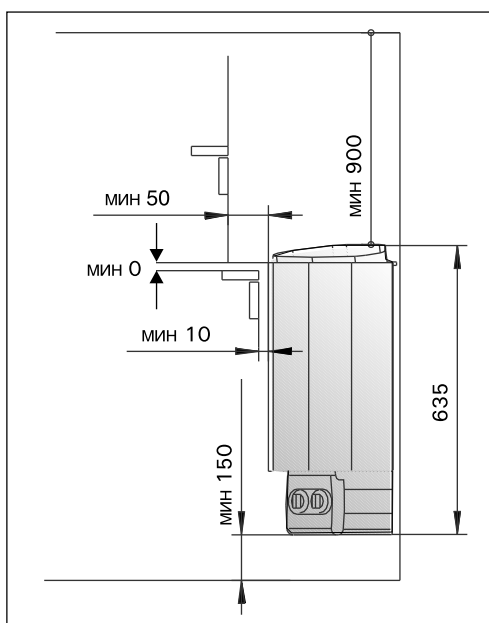
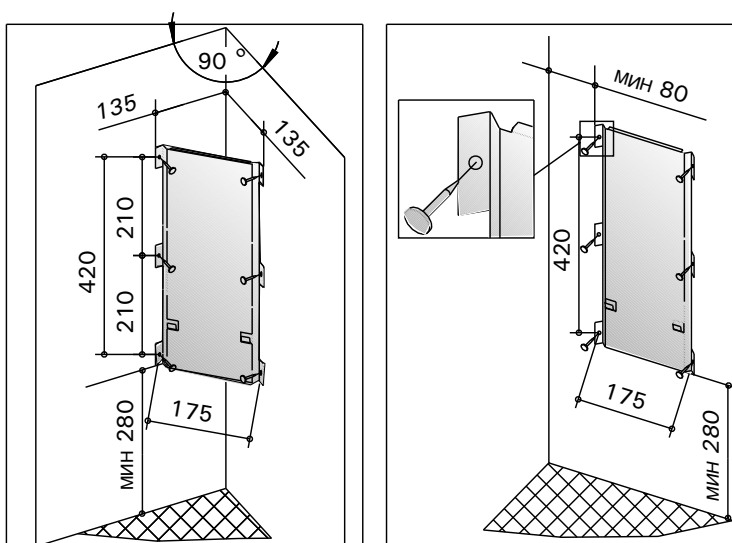

Рисунок 6. Расстояния безопасности
Рисунок 7. Установка крепёжной рамы
- При расположении каменки выполняются условия минимальных расстояний, изображенных на рис. 6 и указанных в таблице 1.
1. С помощью прилагаемых шурупов прикрепите к стене монтажную раму, соблюдая минимальные расстояния, указанные на рис. 6. Установка рамы изображена на рис. 7.
При установке защитного ограждения вокруг каменки следует соблюдать расстояния, указанные на рис. 6 и 8.